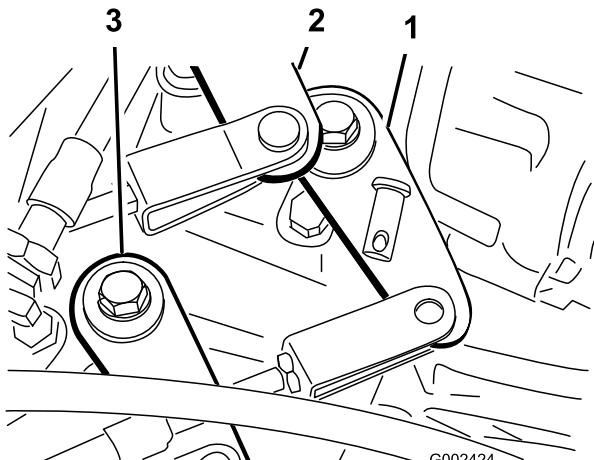

図 52
2. シフトケーブルをトランスアクスルのシフトアームに固定しているクレビスピングを取る図 52。
1. ハイ・ローカーブルをトランスアクスルに固定しているクレビスピングを取り図 52。